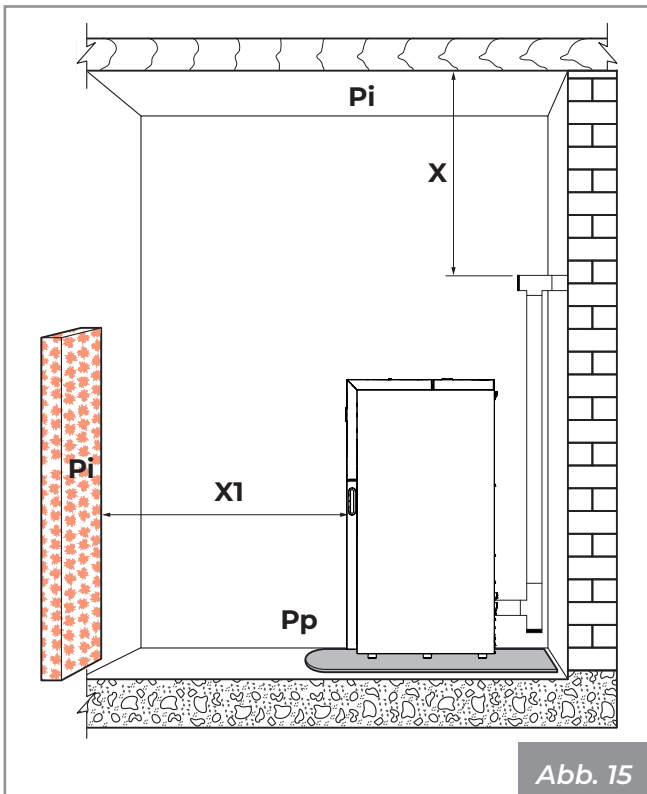

Abb. 15
Man erinnert daran, den entsprechenden Abstand (X) zu brennbaren Materialien einzuhalten, der auf dem Typenschild der für den Kamin verwendeten Rohre angegeben ist (**Abb. 15**).